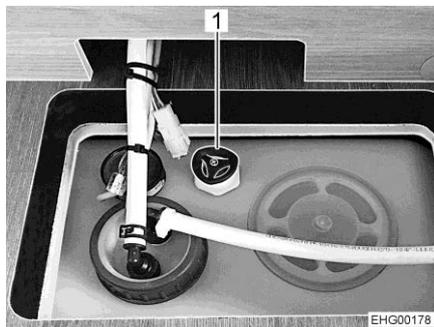

Fig. 142 Réservoir d'eau avec poignée tournante
- Faire tourner à fond dans le sens des aiguilles d'une montre la poignée tournante (Fig. 142,1) située sur le réservoir d'eau.
- Faire tourner la poignée tournante (Fig. 142,1) située sur le réservoir d'eau dans le sens inverse des aiguilles d'une montre jusqu'à ressentir une résistance. L'eau s'écoule jusqu'à ce qu'il n'en reste que 20 litres.